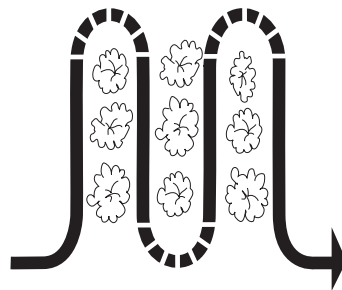

Figura 14
- Cuando libre la tierra (rompiendo la superficie de suelo alrededor de las plantas para destruir las malezas, vea la Figura 14), ajuste los dientes para cavar únicamente a una profundidad de 1 a 2 pulgadas. La labranza a poca profundidad ayuda a evitar que se lastimen las plantas cuyas raíces a menudo crecen cerca de la superficie. Si es necesario, levante las barras de control ligeramente para evitar que los dientes caven demasiado profundo. (La labranza regular no sólo elimina malezas, sino que además afloja y airea el suelo para mejor absorción de la humedad y crecimiento más rápido de las plantas). Si se riega la zona del jardín unos días antes de la labranza se facilitará esta tarea; también se contribuye permitiendo al suelo recién trabajado asentarse por uno o dos días antes de la pasada final, profunda, de la cultivadora.